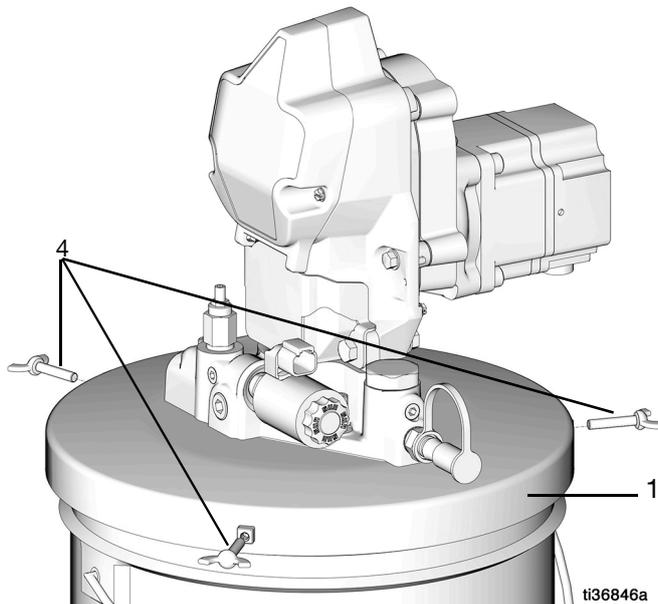

図 10
10. つまみネジ (4) をカバー (1) に取り付け、しっかりと締め付けます (図 10)。